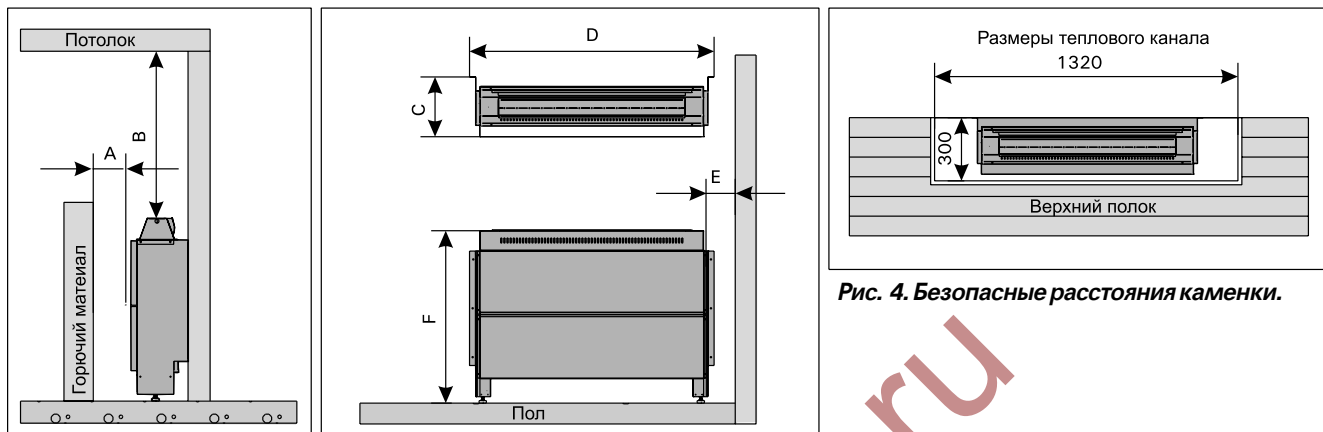

Рис. 4. Безопасные расстояния каменки.
- При расположении каменки выполняются условия минимальных расстояний, изображенных на рис. 4 и указанных в таблице 1.